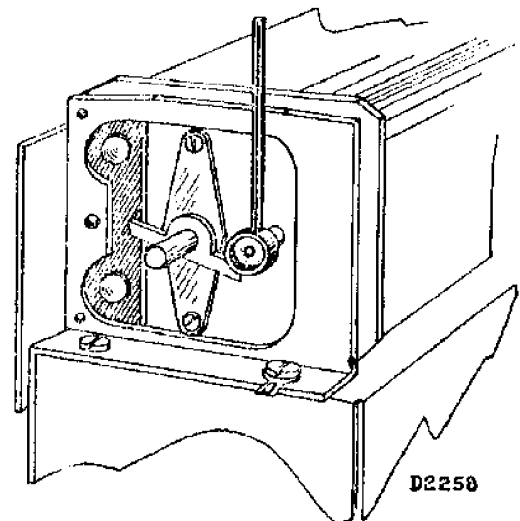

Fig. 4
2. 15° mal aanbrengen (fig. 4); variabele cond. tegen mal draaien (kleine capaciteit). Gemoduleerd signaal van 1440 Kc aanleggen aan antennecontact via condensator $32 \mu\text{F}$.